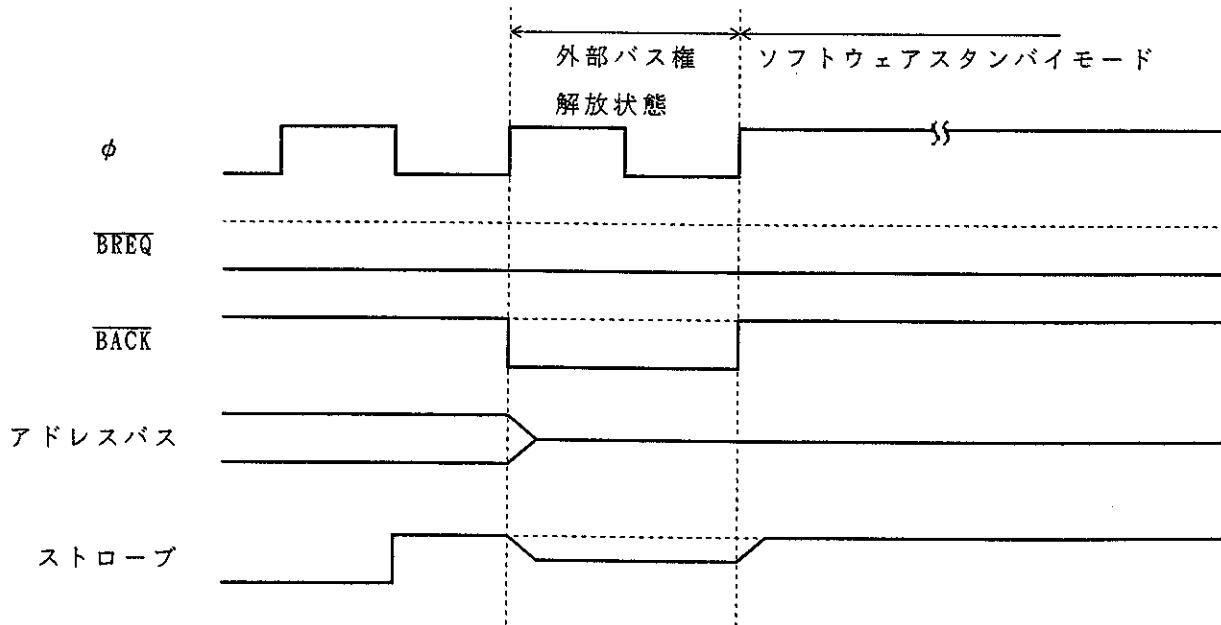

図 7.25 バス解放状態とソフトウェアスタンバイモードの競合
- (4) バスサイクルがウェイットステートの挿入により長く続く場合も、外部バス権解放状態と同様に、最初の要求が保持されます。
- (5) ソフトウェアスタンバイモードへ遷移するとき、外部バスマスターからのバス権要求が競合すると、ソフトウェアスタンバイモードへの遷移の直前に 1 ステートバス解放状態が発生することがあります（図7.25参照）。